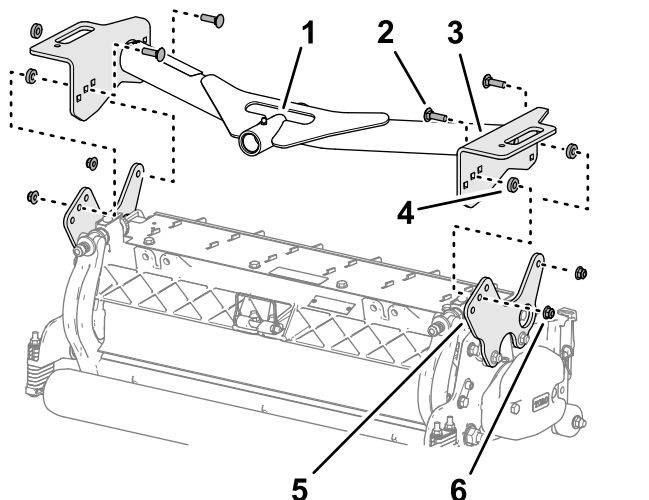

Figura 19
1. Alinee los taladros de las placas del bastidor de tiro delantero con los taladros de las placas de montaje de la unidad de corte (**Figura 19**).
2. Alinee un espaciador entre la placa de tiro y la placa de montaje (**Figura 19**), y monte provisionalmente las placas y el espaciador con un perno de cuello cuadrado ($\frac{3}{8}$ " x $1\frac{1}{4}$ ") y una contratuerca con arandela prensada ($\frac{3}{8}$ ").